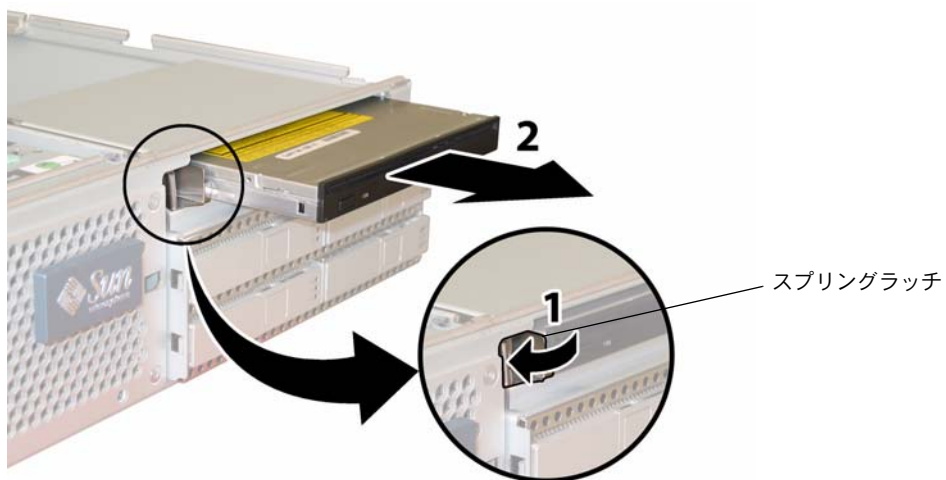

図 4-15 DVD-ROM ドライブの取り外し
8. DVD-ROM ドライブ前面にあるスプリングラッチを左へ引いた状態にします。他方の手をドライブの後ろに回し、シャーシ前面から押し出します。図 4-15 を参照してください。